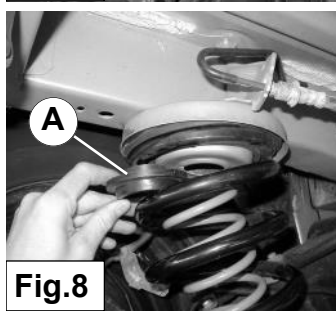

Fig.8
7. Plaats de veerschotels **A** met een diameter van 39 mm boven op hulpveer **C**. Zie fig. 8.
7. Place spring seat **A** with a diameter of 39 mm on the auxiliary spring. See fig. 8.
7. Montieren Sie den Federteller **A** mit Durchmesser von 39 mm oben auf der Hilfsfeder **C**. Sehe fig. 8.
7. Placez les coupelles **A** d'un diamètre de 39 mm au dessus du ressort auxiliaire **C**. Voir fig. 8.